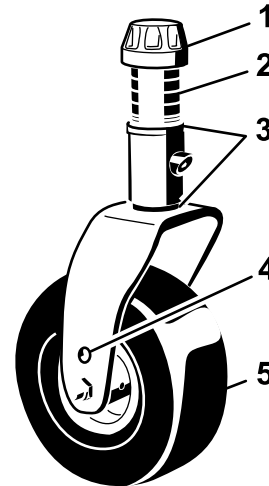

Figure 16
5. Enlevez le chapeau de tension de l'axe de pivot et sortez l'axe du bras de la roue pivotante (Figure 16).